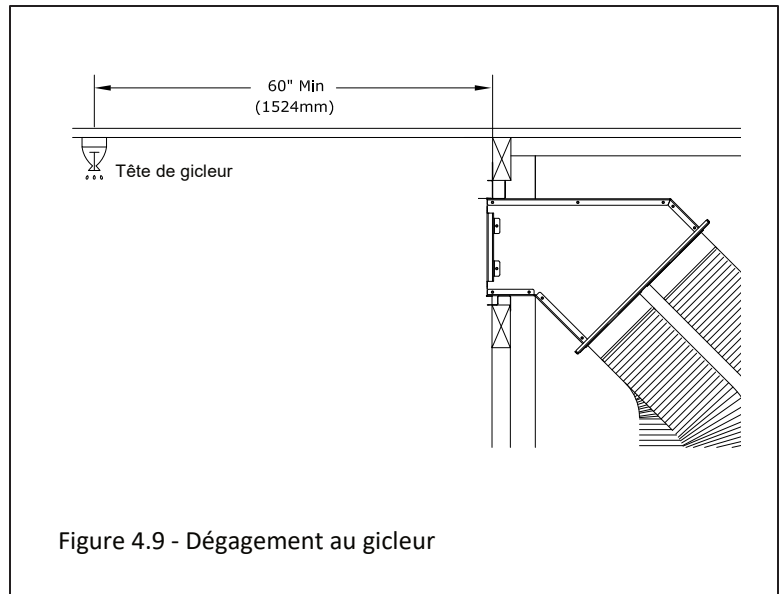

Figure 4.9 - Dégagement au gicleur
- La Figure 4.9 montre un KZK latéral, mais votre installation peut être légèrement différente.